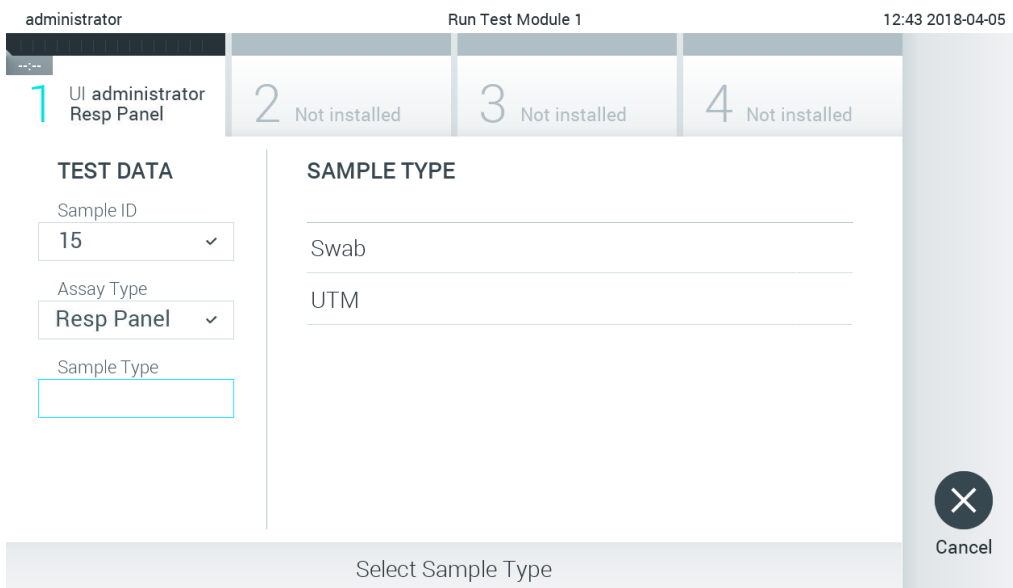

Figure 85. Sélection du type d'échantillon.
5. Le champ Assay Type (Type de dosage) est automatiquement renseigné et, si nécessaire, un Sample Type (Type d'échantillon) doit être sélectionné manuellement dans la liste (figure 85).